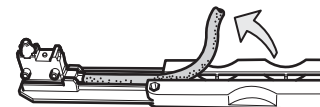

Bild 9
- ▶ Ta bort kabeln från änden av monteringshjälpen (Bild 9).